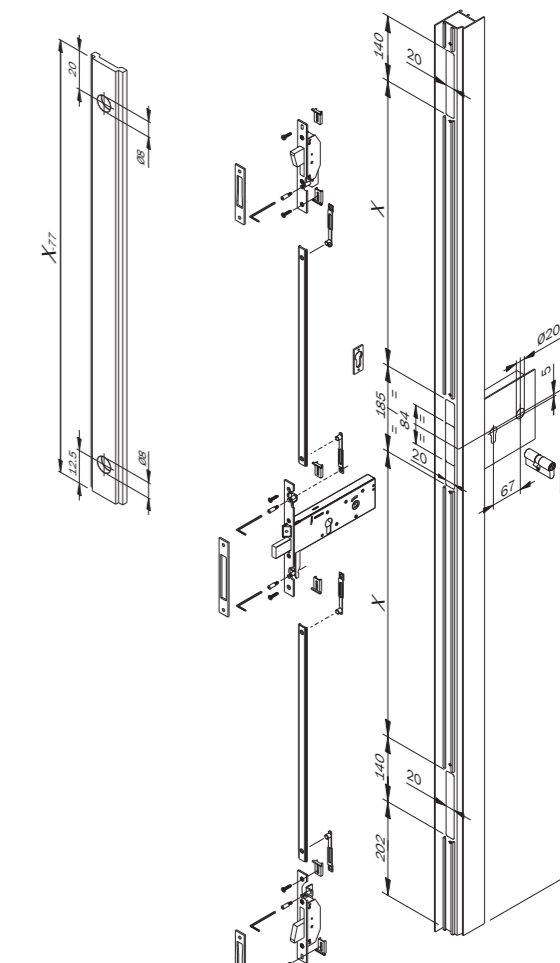

Fig. D2
- 2) Tagliare le aste alla misura X-77 Fig. D2 e Fig. D3
- 2) Cut the rods to the size X-77 Fig. D2 and Fig. D3
- 2) Couper les tringles de la mesure de X-77 Fig. D2 et Fig. D3
- 2) Cortar las varillas a las medidas X-77 Fig. D2 y Fig. D3